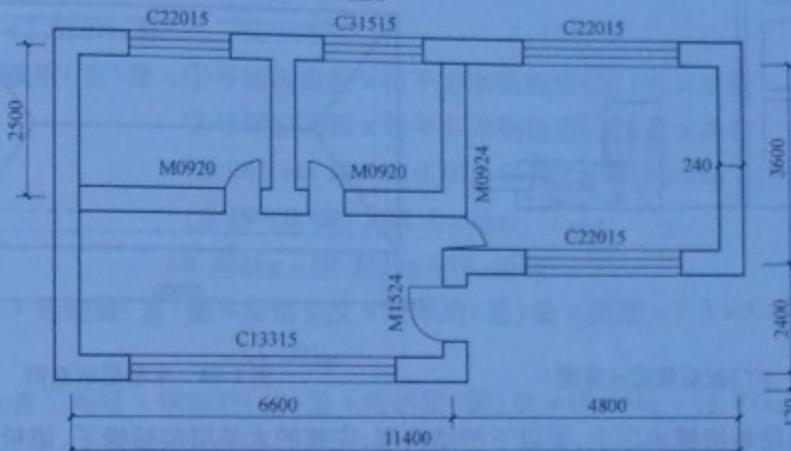

图 1-82 圈梁示意图
**【例 1-82】** 如图 1-82 所示, 圈梁截面为 240mm × 240mm, 墙上均设圈梁, 门窗洞口处为圈梁代过梁, 计算过梁和圈梁工程量。